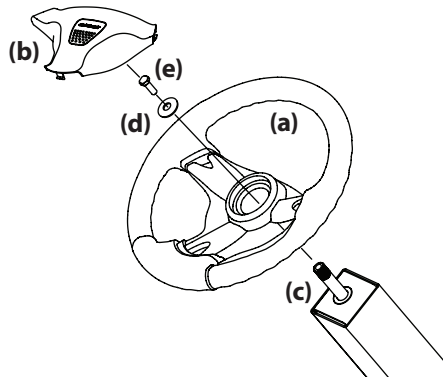

Figura 2-8
- Retire los elementos de ferretería para fijar el volante (a) que están debajo de la tapa del volante (b). Extraiga con cuidado la cubierta del volante (b) mediante palanca para retirar los elementos de ferretería. Consulte la Figura 2-8.
- Con las ruedas del tractor ubicadas rectas hacia adelante, coloque el volante (a) sobre el eje de dirección (c). Consulte la Figura 2-8.
- Coloque la arandela plana y la arandela belleville (d) por encima del volante (a) y ajústela con el tornillo hexagonal (e). Consulte la Figura 2-8.
- Coloque la cubierta del volante (b) sobre el centro del volante (a) y empuje hacia abajo hasta que calce en su lugar. Consulte la Figura 2-8.